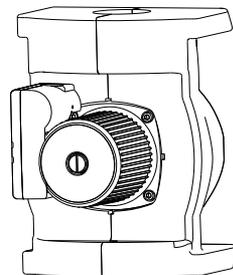

Fig. 7 Listo para envoltura de aislamiento
4. Permitir el tiempo adecuado para el sellador termine de configurar antes de que se lleve a cabo cualquier otro trabajo de instalación. Ver fabricante del sellador para el tiempo recomendado que el sellador se seque. Ver fig. 7 para la configuración final.